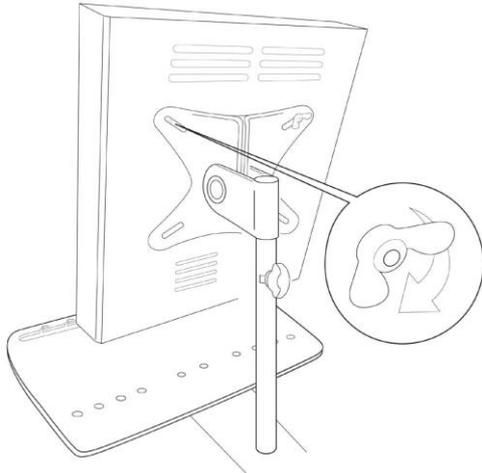

Abbildung 9: Montage des LASERNEEDLE Touch an der Trolley Gerätehalterung
- iii. Befestigen Sie den LASERNEEDLE Touch mit Hilfe der 4 mitgelieferten Flügelmuttern am Gerätehalter. (Abb. 9).